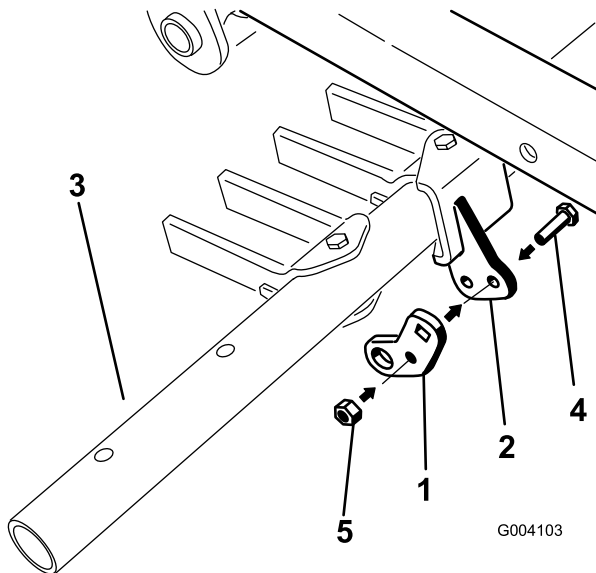

图 14
- 使用螺栓5/16 x 1 英寸和锁紧螺母5/16 英寸将枢轴凸耳的中心孔松动地安装到机具架上的枢轴支架上图 14。